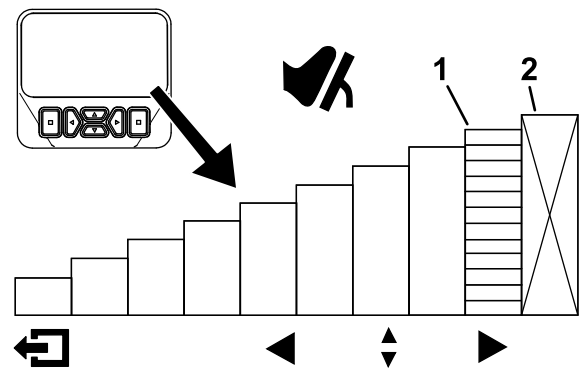
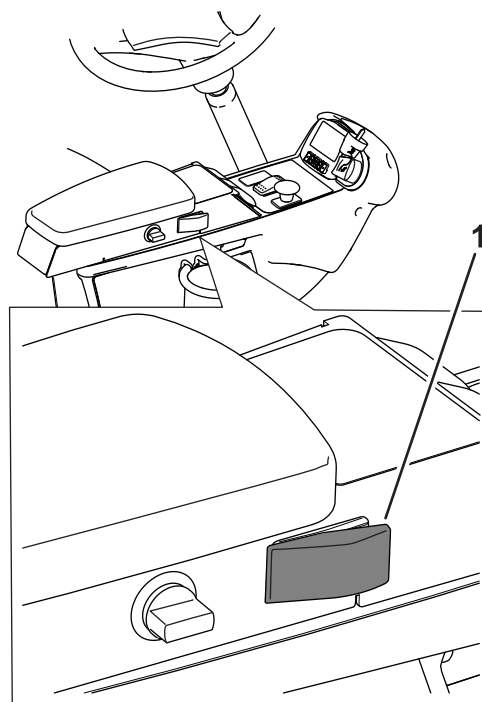
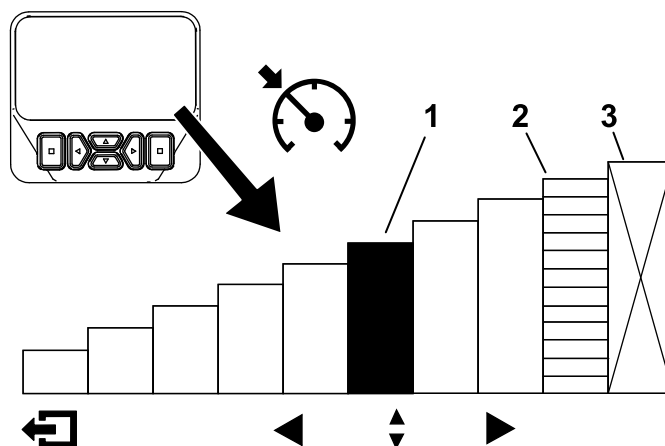

Figura 31
Figura 33
Figura 34
Per accedere a questa funzionalità, utilizzate il pulsante di spostamento su o giù dell'InfoCenter dal menu principale (Figura 31).
Una volta inserito il comando elettronico della velocità e regolata la velocità (Figura 33), utilizzate l'InfoCenter per regolare l'impostazione della velocità del comando elettronico della velocità (Figura 31 e Figura 34).
1. Attivate l'interruttore del comando elettronico della velocità sulla plancia (Figura 33).
2. Utilizzate il display dell'InfoCenter per regolare la velocità impostata del comando elettronico della velocità (Figura 34).